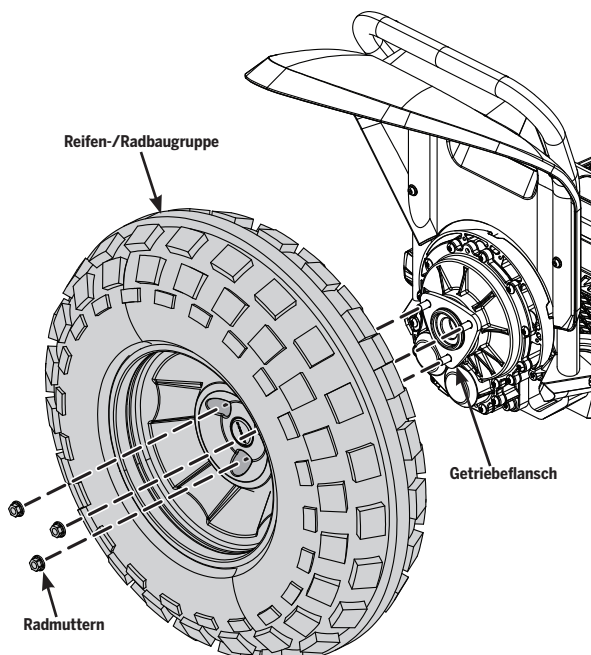

Abbildung 1: Reifen-/Radbaugruppe, x2 (Version 2)
3. Entfernen Sie mit einem 13-mm-Inbusschlüssel die drei Radmuttern und legen Sie sie zur Seite. Siehe Abbildung 1.
3. Legen Sie die Reifen-/Radbaugruppe am Getriebeflansch an. Siehe Abbildung 1.